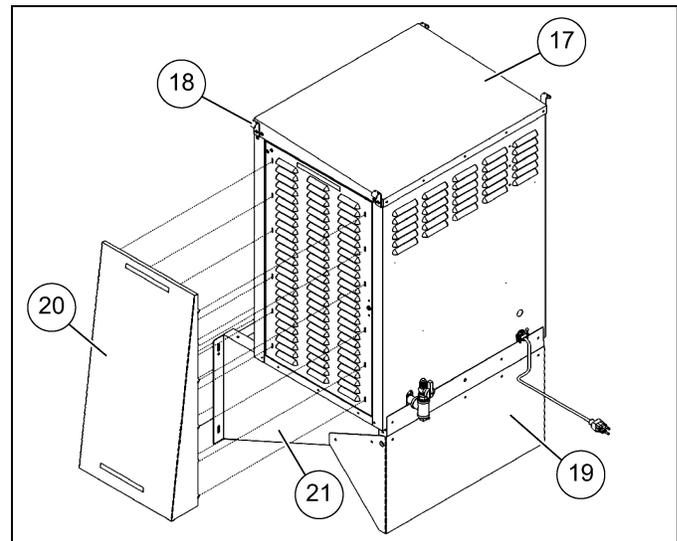

Figure 3I
14. Insérez les pattes du couvercle (3) de porte dans les fentes de la porte du radiateur et faites-les glisser vers le bas. Cela bloque le couvercle sur la porte. *(Voir Figure 3I.)* (Répétez cette étape pour la deuxième porte.)